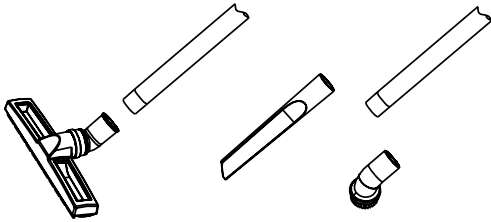

Fig. 9 – Conexión de los tubos de extensión con las boquillas deseadas.
- Conecte el tubo de extensión a la boquilla deseada (Fig. 9).